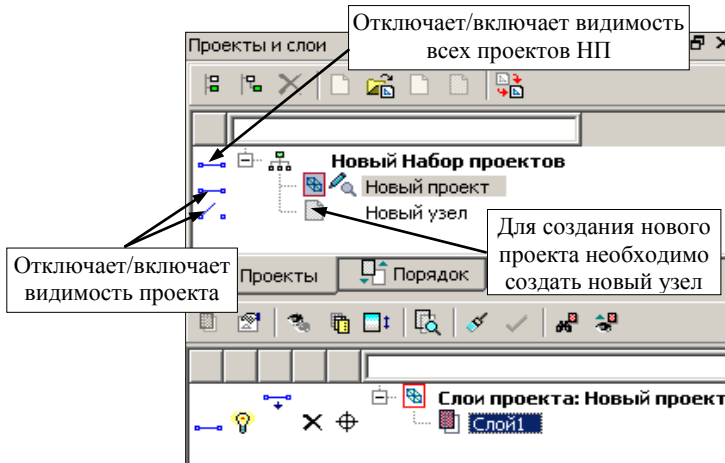

Рис. 3.8
После выполнения команды **Создать Набор Проектов** на панели **Проекты и слои** создается новый набор проектов (НП), в состав которого входит один проект с именем *Новый проект*. В новом проекте автоматически создается один слой с именем *Слой 1* (рис. 3.8).
Набор проектов плана имеет древовидную структуру **узлов** (рис. 3.8), которые хранят ссылку на проект и информацию о его состоянии, т.е. загружен проект или нет, в каком состоянии загружен: для записи или для чтения.
Для проектов и набора проектов предусмотрены переключатели, которые управляют видимостью отдельных проектов и всего НП (рис. 3.8).
1. Для создания нового проекта необходимо создать новый узел. На локальной панели инструментов окна **Проекты** выберите команду **Создать узел на одном уровне**  (рис. 3.8).